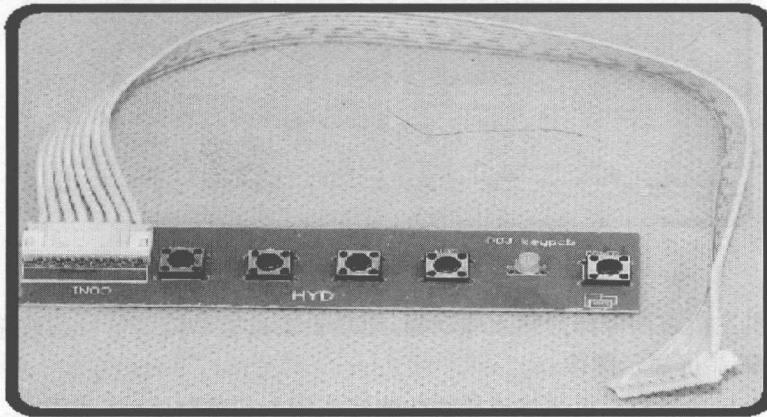

图 1-1-20 功能控制板实物图
(4) 功能控制板。按键电路的作用就是控制电路的通与断。按下开关时，按键电子开关接通；松开后，按键电子开关断开。按键开关输出的开关信号送到驱动板上的 MCU 中，由 MCU 识别后，输出控制信号，控制相关电路完成相应的操作和动作。其实物如图 1-1-20 所示。